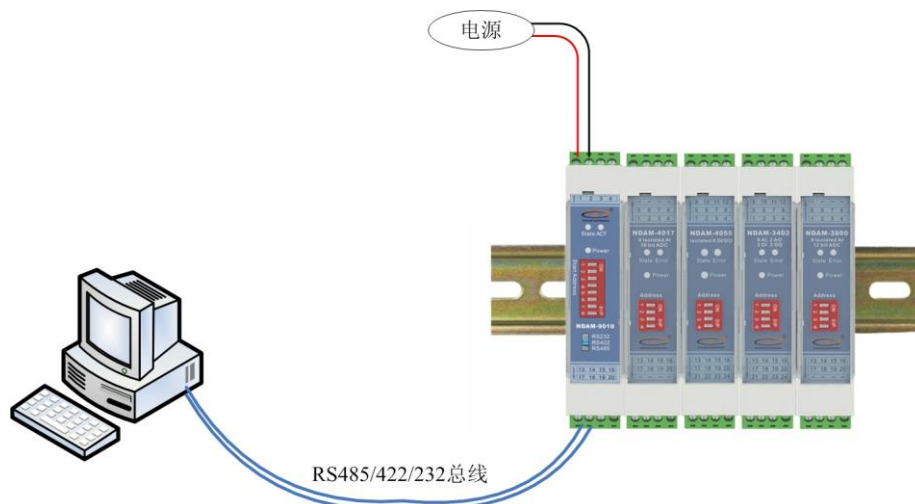

图 4.1 NDAM-9000 测试接线示意图
- 1) 将 PC 机、NDAM-9000 和 NDAM-4400 模块按照如图 4.1 所示进行连接；